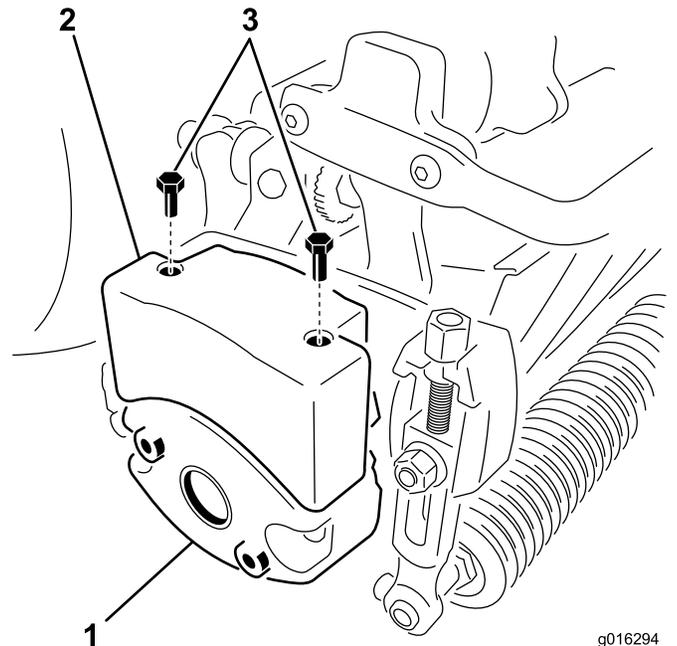

図 10
4. ウェイトをカッティングユニットの側面に固定しているボルト(2本)を外す(図10)。
6. カッティングユニットのウェイトに上部ウェイトを取り付ける; 六角ヘッドねじ2本を使用する(図10)。